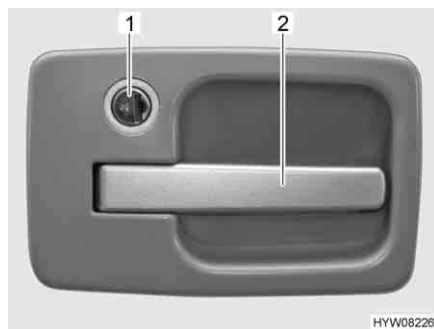

Fig. 19 Serratura della porta, porta di ingresso, lato esterno
- Inserire la chiave nel cilindro della serratura (Fig. 19,1) e ruotare fino a quando la serratura della porta si sblocca.
- Tirare la maniglia della porta (Fig. 19,2). La porta è aperta.
- Inserire la chiave nel cilindro della serratura (Fig. 19,1) e ruotare fino a quando la serratura della porta si blocca.